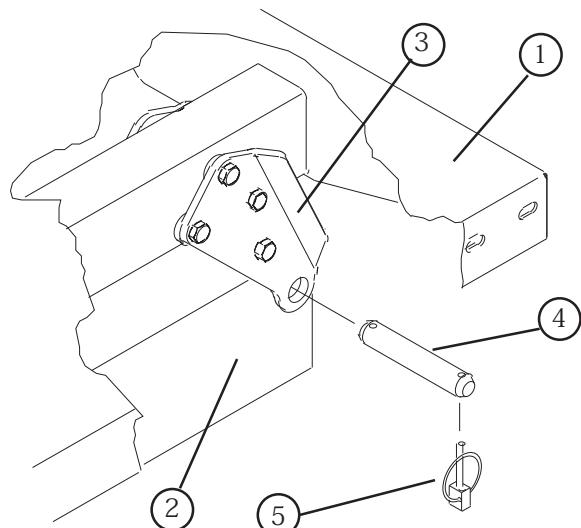

図 10
3. シリンダロッドの端部を荷台取り付けプレートのスロットに固定しているクレビスピンドルを外す。(図10)
注：リア・ピボット・プレートは、下端が後部に向かって下がるように荷台のフレーム/チャネルに取り付けるようにしてください（図10）。
- 車体のフレームに注意深く荷台を降ろし、荷台のピボット・プレートの穴と後フレーム・チャネルの穴をそろえ、クレビスピンとリンチ・ピン（各 2 本）を差し込む（図 10）。
- 荷台を降下させた状態で、シリンダ・ロッドの端部を、荷台の取り付けプレートについている適当な穴にセットし、クレビスピンとリンチ・ピンで固定する。クレビス・ピンは荷台の外側から差し込み、リンチ・ピンが荷台の外側に向いているようにする（図10）。後ろ側の穴はフルサイズの荷台用、前側の穴は 2/3 サイズの荷台用である。